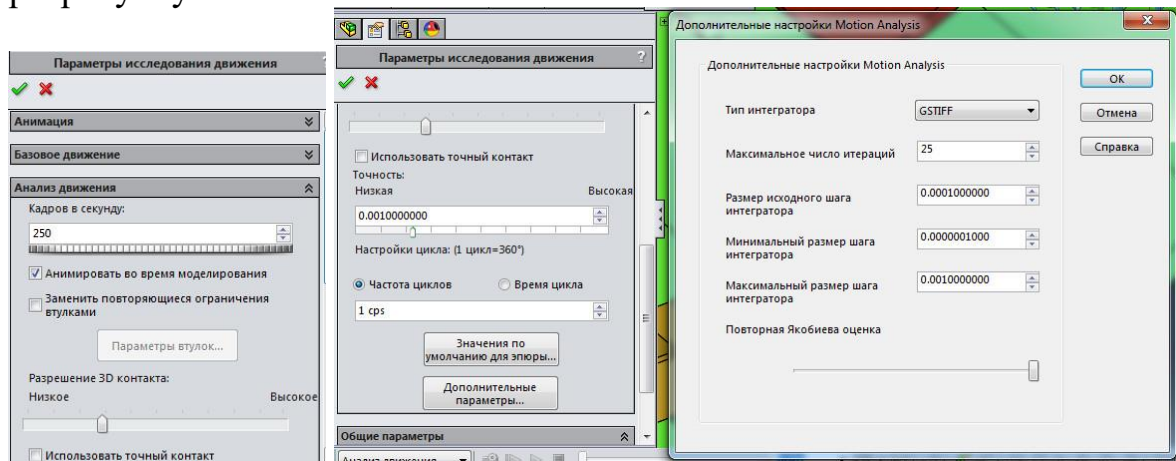

Рис. 12. Налаштування дослідження
5.1. Встановити властивості дослідження як показано на рис.12 нижче. Параметри вирахованого процесу налаштовується командою **Властивості дослідження руху**. Як видно, встановлена достатньо велика частота кадрів – параметру Кадрів в секунду присвоєно значення 300 – і відносно малий максимальний крок вирішувача – Максимальний розмір кроку інтегратора виставлений рівним 0,01 с. Нагадуємо, що ці два налаштування ніяк не пов'язані між собою.